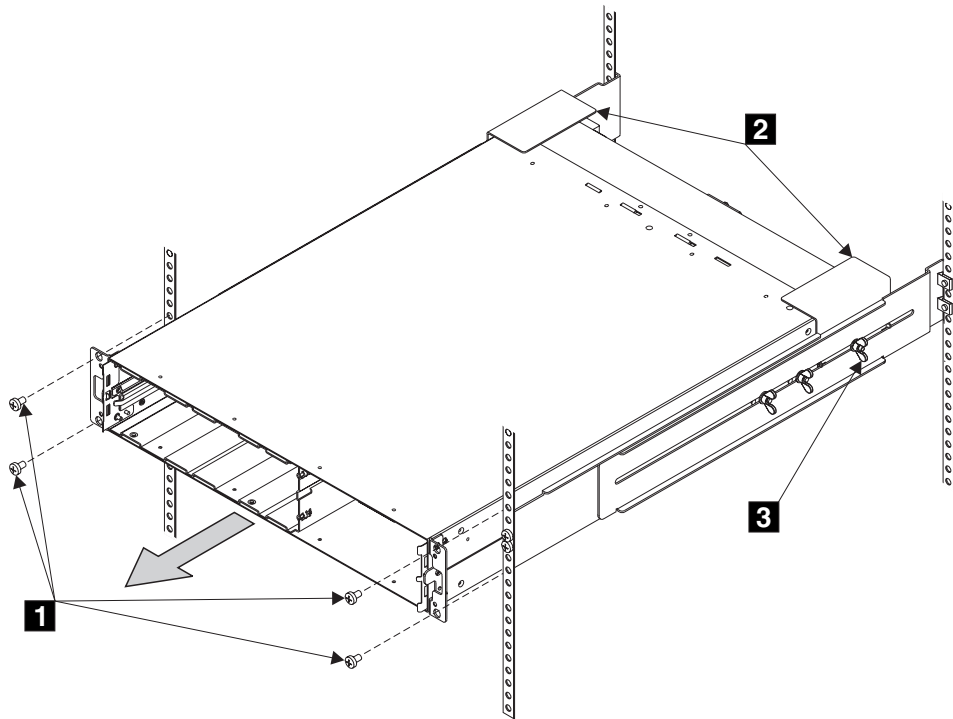

図 229. 2145 無停電電源装置の取り外し
7. 2145 UPS の前面から取り付けねじ (図 229 の **1**) を外します。